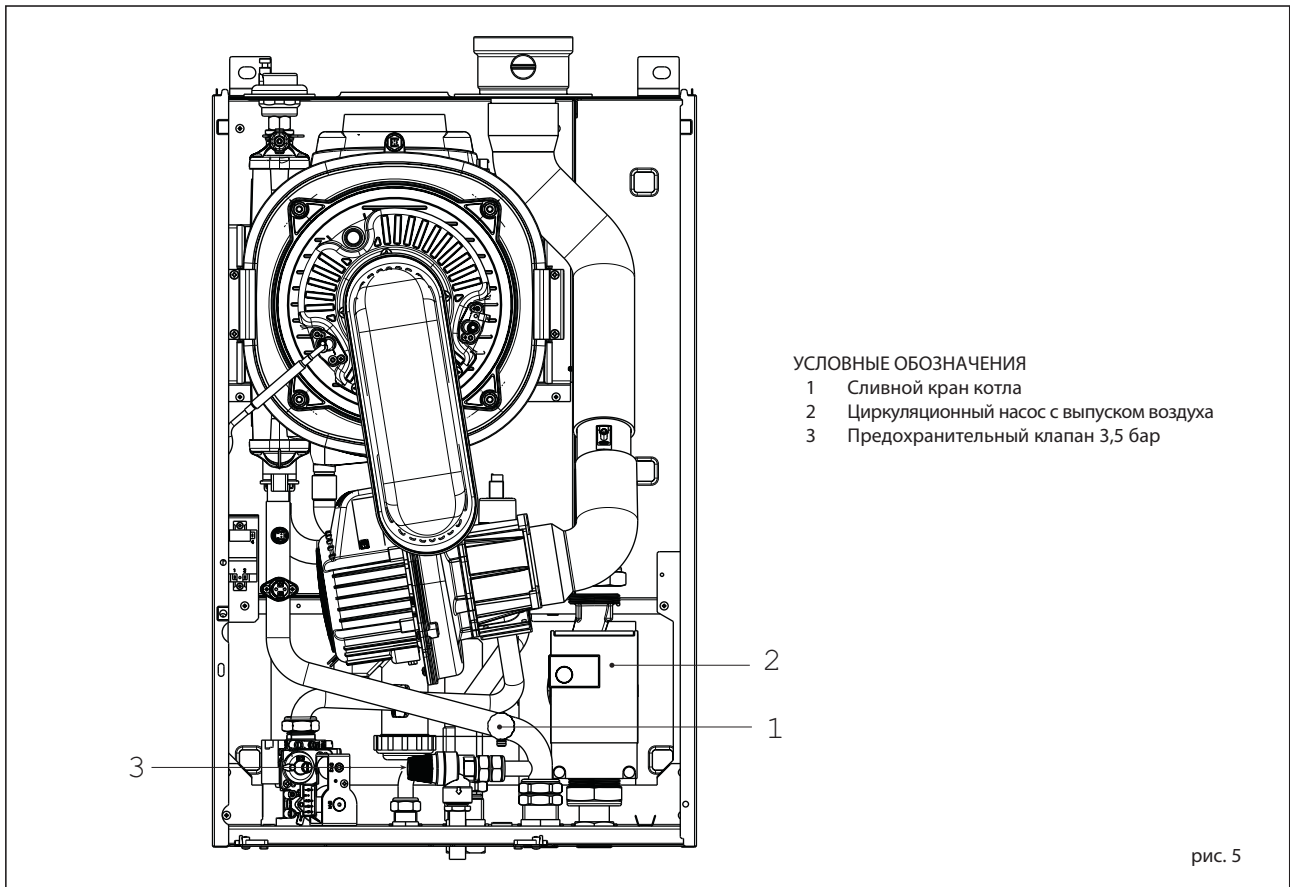

рис. 5
2.4.1 Опорожнение установки (рис. 5)
помощью сливного крана (1, рис. 5).